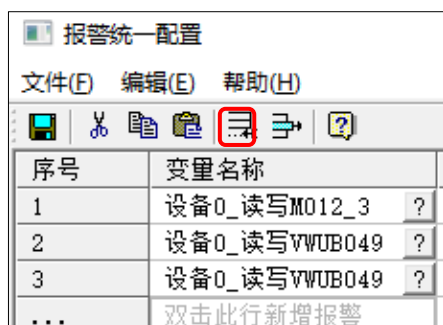

图 4.5-4 工具栏新增报警
- ② 通过图 4.5-4 中的工具栏图标 , 实现新增报警行。